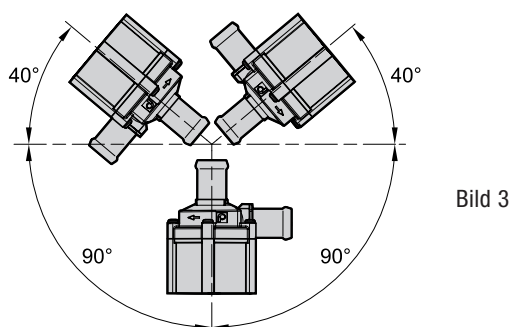

Bild 3
Allt efter förutsättningarna kan cirkulationspumpen monteras i de tillåtna lutningslägena, se bild 3.
- Fäst hållaren för cirkulationspumpen på ett lämpligt ställe, se riktlinjer på sida 5, bild 3. Sätt därefter in cirkulationspumpen i hållaren och tryck in den tills den hakat i. För anslutning till värmaren används den medlevererade slangen och fjäderbandsklämman. Spännintervall 26 – 28 mm. Om båtens egen slang används måste slangens diameter kontrolleras före monteringen.